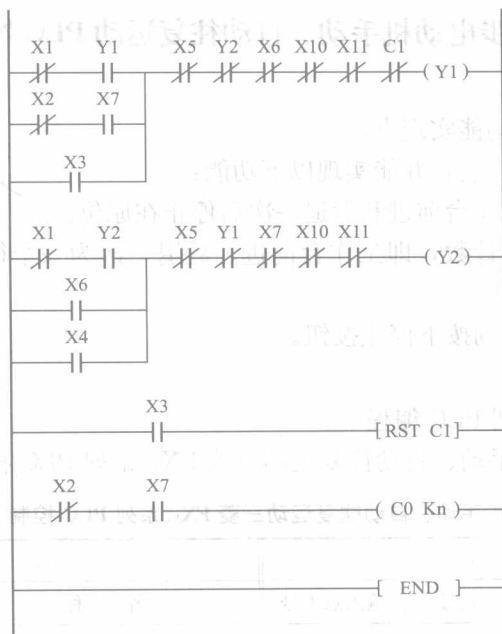

图 10 三相异步电动机手动、自动往复电路三菱 FX2N 系列 PLC 控制梯形图
(3) 三相异步电动机手动、自动往复运动三菱 FX2N 系列 PLC 控制梯形图如图 10 所示。